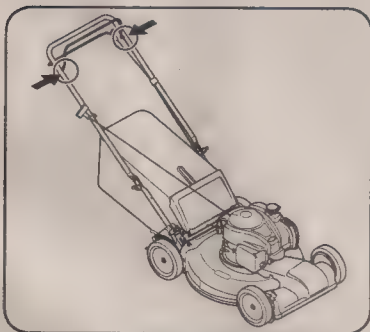

Figura 4-1
1. Lubrique los puntos en la cuchilla y los controles de transmisión al menos una vez cada estación con aceite ligero. Estos controles deben funcionar libremente en ambas direcciones. Vea la Figura 4-1.